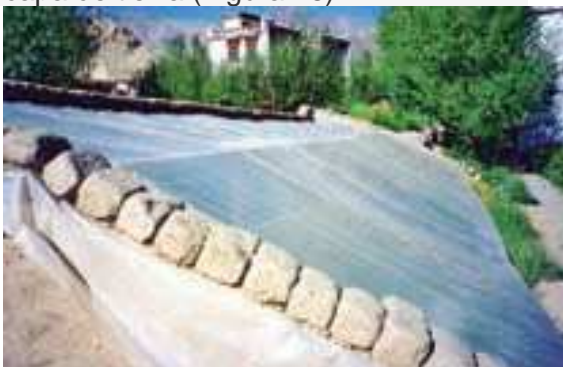

Figura 76. Vista cercana de fijación de la hoja de polietileno con ladrillos de barro depositados sobre una capa de barro
enrollado del polietileno, con ladrillos de barro. En primer lugar situar sacos o bolsas de yute (no de plástico) o una capa de tierra sobre el polietileno y poner los ladrillos sobre este para evitar dañar el polietileno. Los ladrillos debe recaer sobre la viga principal de la parte superior del techo fijo (Figura 76).
- Dar peso al polietileno en las paredes laterales de manera similar, utilizando ladrillos de barro o bolsas de cemento llenas de arena, colocadas sobre una capa de tierra (Figura 76).